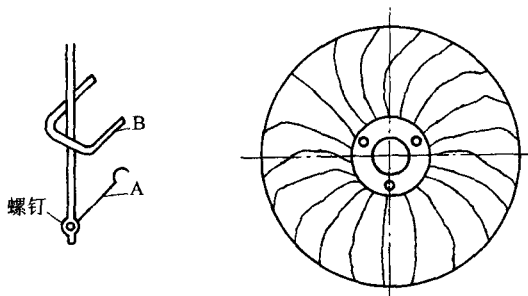
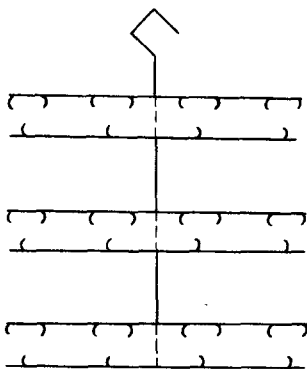

图 1-11
图 1-12
1) 风扇罩镀铜、镍挂具:见图 1-11。装挂位置在风扇罩中心孔处。图 1-11 中 A 处的小挂钩常用 $\phi 2 \sim \phi 3\text{mm}$ 的黄铜丝制作,用铜螺母固定。因为黄铜丝有一定的弹性,便于将工件装挂牢靠,而且导电良好。图 1-11 中 B 为挂风扇罩的两个爪子。除 A、B 所示部分及挂具导电挂钩外,其余部分全部绝缘。
2) 圆圈类型工件挂具:见图 1-12。一个工件应有三点与挂具接触,制作挂具的材料除主杆用纯铜排外,其他部分都用 $\phi 2 \sim \phi 3\text{mm}$ 的黄铜丝制作。除接触工件的三个爪子以外,其余部分全部应绝缘。
1) 使用图 1-11、图 1-12 挂具时，工件装挂时接触应有弹性，以使装挂牢靠。